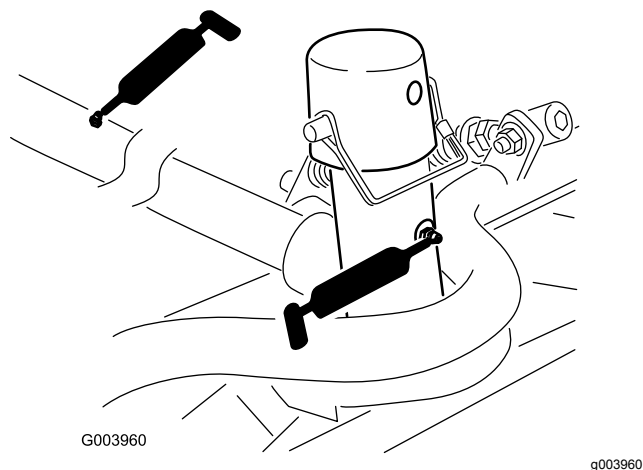

Figura 40
- Bastidor de tiro y pivote de la unidad de corte (2 en cada) (Figura 40).